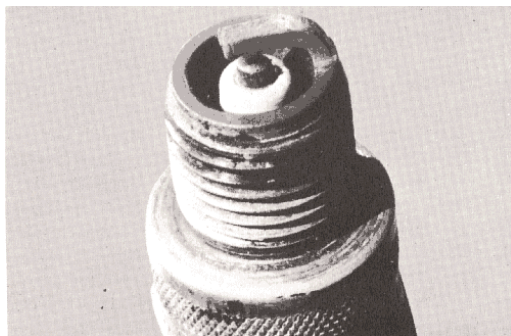

Fig. 5-7
1. Bestzustand ... Wenn der Kerzenstein um die Mittelelektrode herum eine hellbraune Farbe hat (Bild 5-7).